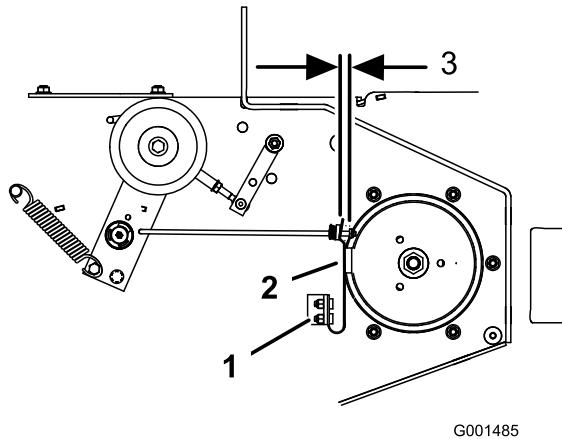

Bild 59
3. Stellen Sie die Federbefestigungsschrauben ggf. so ein, dass die Messerbremsbacken beide Seiten der Scheibenrille berühren (Bild 59).
4. Stellen Sie die Mutter am Ende der Messerbremsstange ein, bis ein Abstand von 3 mm bis 5 mm zwischen der Mutter und dem Distanzstück besteht (Bild 59).